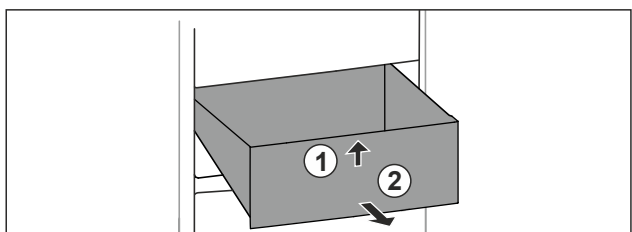

Fig. 101
- ▶ Nadzvedněte zásuvku vpředu. Fig. 101 (1)
- ▶ Vyměňte zásuvku dopředu. Fig. 101 (2)